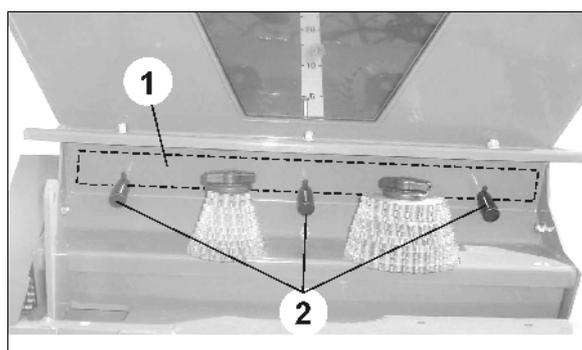

Fig. 35
- o que la trappe de vidange (Fig. 35/1) est fermée (position inférieure) et que les vis (Fig. 35/2) sont serrées.